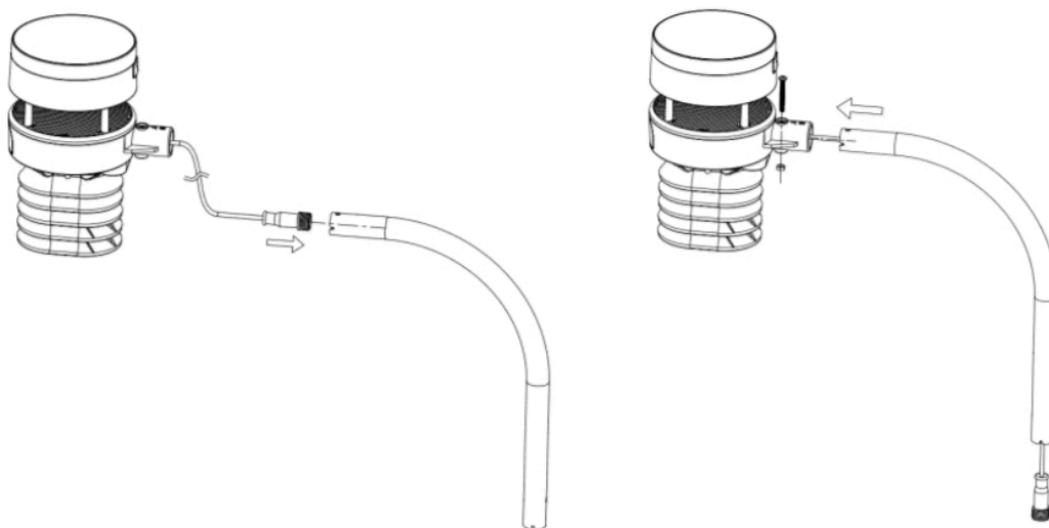

Figura 7: schema di montaggio del pacchetto del sensore 5-2
2. Far passare il cavo del connettore attraverso il tubo del braccio come mostrato nella Figura 7: